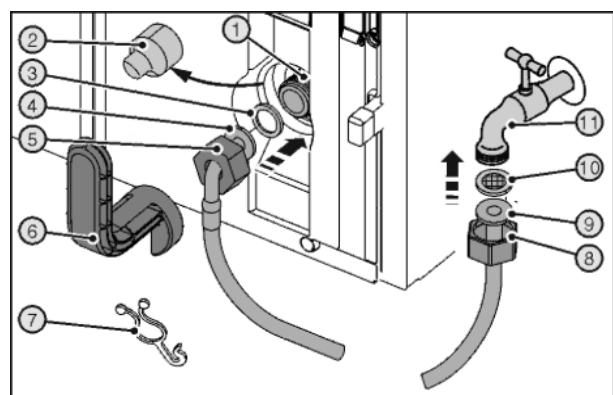

Fig. 27
- ▶ Снять крышку Fig. 27 (2).
- ▶ До конца сдвинуть гайку Fig. 27 (5) через конец шланга в виде угла Fig. 27 (4) и удерживать.
- ▶ Смочить уплотнение Fig. 27 (3) и вдавить в гайке Fig. 27 (5) на конце шланга в виде угла Fig. 27 (4).
- ▶ Уплотнение Fig. 27 (3) прилегает к концу шланга в виде угла Fig. 27 (4) и слегка поддерживается.
- ▶ Подсоедините к электромагнитному клапану Fig. 27 (1) гайку Fig. 27 (5) с расположенным на изогнутом в виде угла конце шланга Fig. 27 (4) уплотнением Fig. 27 (3).
- ▶ До конца сдвинуть гайку Fig. 27 (8) через прямой конец шланга Fig. 27 (9) и удерживать.
- ▶ Вставить ситовую ловушку Fig. 27 (10) в гайку Fig. 27 (8).
- ▶ Ситовая ловушка Fig. 27 (10) прилегает к прямому концу шланга Fig. 27 (9) и слегка поддерживается.
- ▶ Подсоедините к запорному крану Fig. 27 (11) гайку Fig. 27 (8) с расположенной на прямом конце шланга Fig. 27 (9) сетевой ловушкой Fig. 27 (10).
- ▶ Затяните подключения с помощью вспомогательного инструмента Fig. 27 (6) по часовой стрелке.
- ▶ Для хранения прикрепите вспомогательный инструмент Fig. 27 (6) с помощью накладки Fig. 27 (7) на шланге из высококачественной стали.